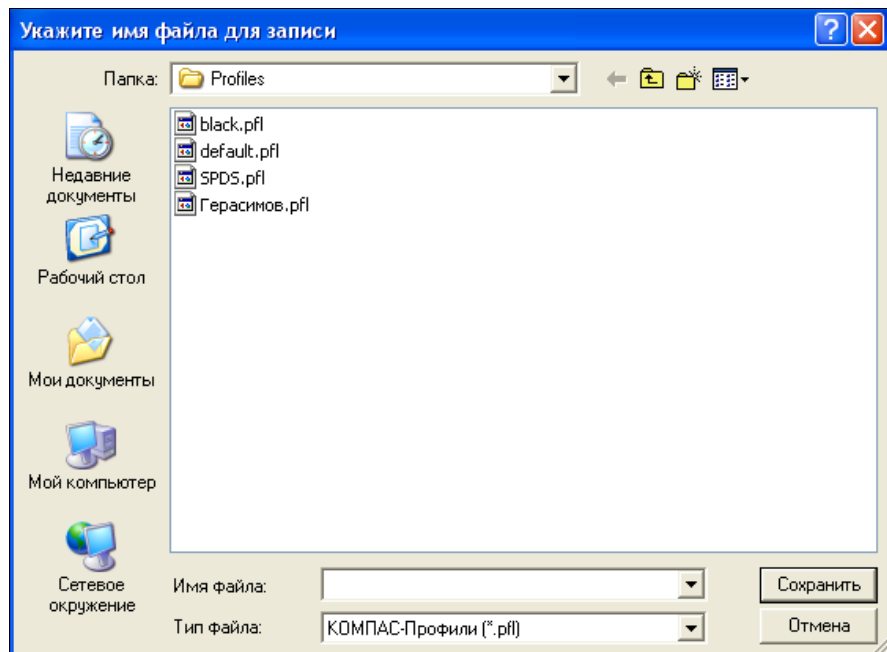

Рис. 25.12. Диалоговое окно **Укажите имя файла для записи**
- ◆ нажмите кнопку **Сохранить как**. В появившемся диалоговом окне **Укажите имя файла для записи** (рис. 25.12) задайте имя вашего профиля. Обратите внимание на окно **Тип файла**, где представлен файл профиля **КОМПАС-Профили\*.pfl**;